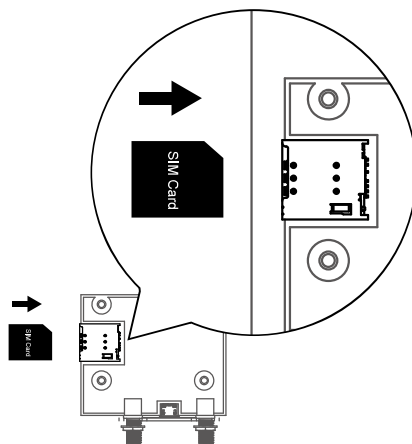

Figura 37. Introducerea cartelei SIM.
- 2) Introduceți cartela Micro SIM a 3G/4G în tavă, asigurați-vă că contactele aurii sunt cu fața în jos și că lăcașul este situat în colțul din dreapta sus. A se vedea Figura 37.